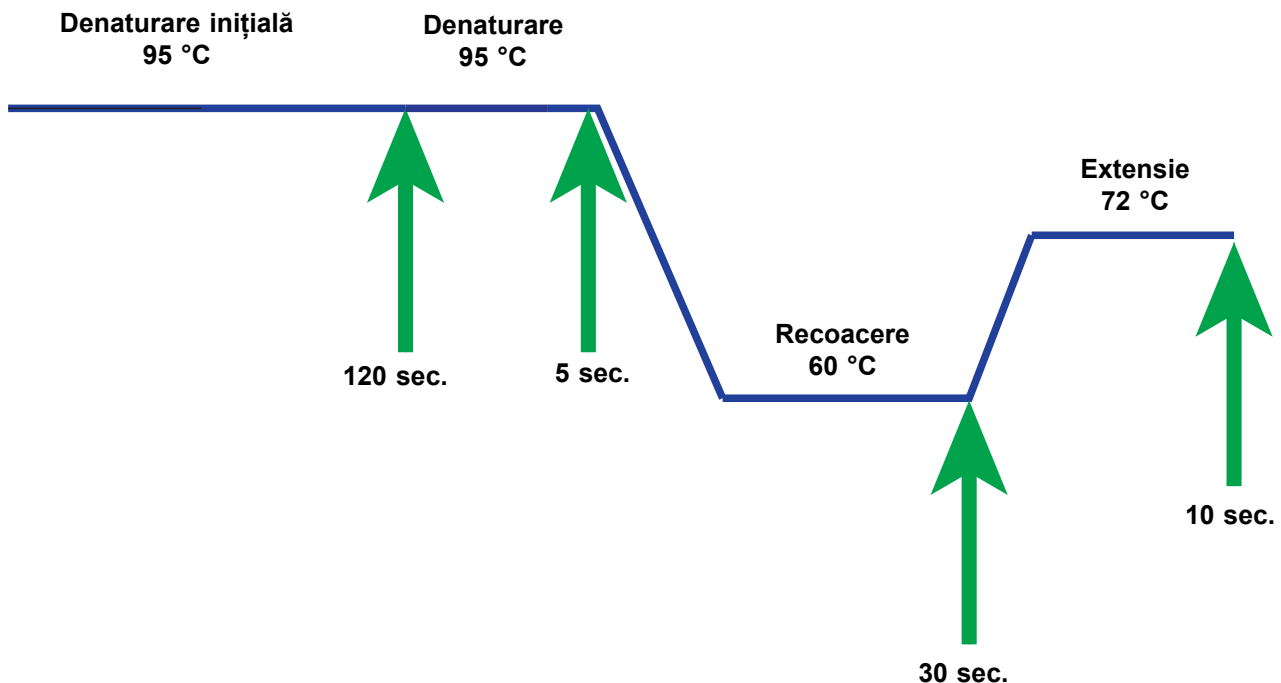

Figura 3-1. Exemplu de diagramă a ciclului PCR pentru încălzirea modului I-CORE și răcirea ventilatorului (duratele pentru temperatură nu sunt la scară)
5. Pornește ciclurile RT-PCR (dacă este cazul) și PCR și detectarea în timp real (consultați Figura 3-1).
Ciclul PCR reprezentat în Figura 3-1 indică 40 de cicluri efectuate de modulul I-CORE. Temperatura de denaturare este de 95 °C; temperatura de recoacere este de 60 °C; temperatura de extensie este de 72 °C. Fiecare dintre aceste temperaturi trebuie menținută de modul o anumită durată, așa cum se indică în Figura 3-1. Denaturarea inițială are loc timp de 120 de secunde pentru un ciclu. Etapele de denaturare (5 secunde), de recoacere (30 secunde) și de extindere (10 secunde) se reiau consecutiv de patruzeci de ori înainte de finalizarea completă a reacției de polimerază în lanț.